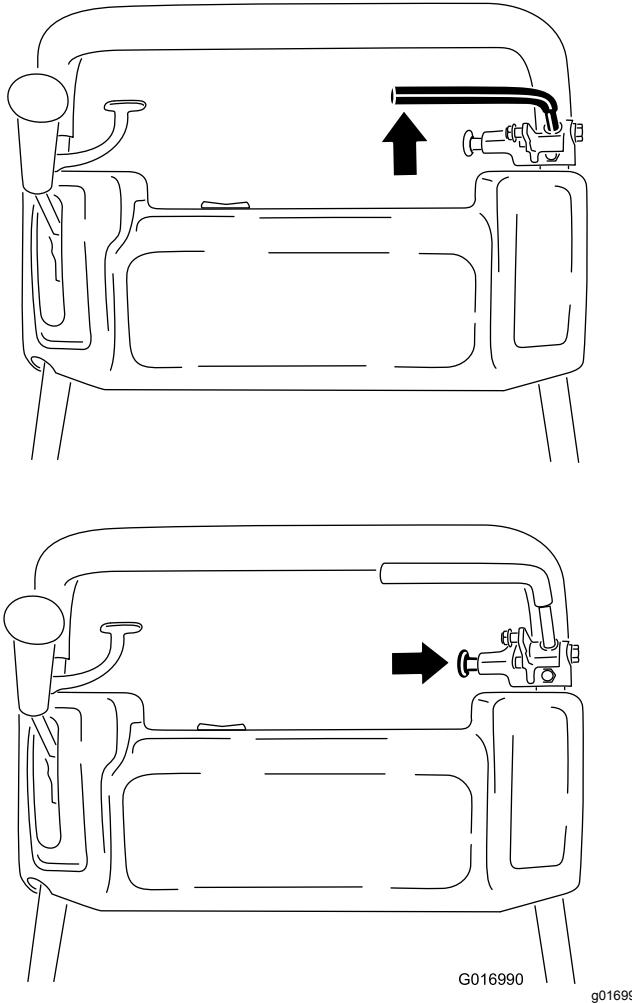

Bild 32
1. Ziehen Sie die Betriebsbremse ganz an und drücken Sie das Handrad der Feststellbremse, damit die Betriebsbremse am Stift der Feststellbremse aufliegt (Bild 32).